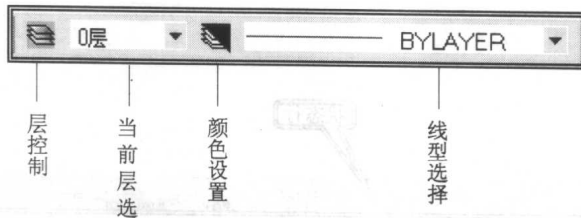

图 1-4 “属性工具”工具栏
(2) “属性工具”工具栏 位于标准工具栏右侧，包括“层控制”和“颜色设置”的图标按钮，还包括当前层和线型的下拉式选择窗口，如图 1-4 所示。